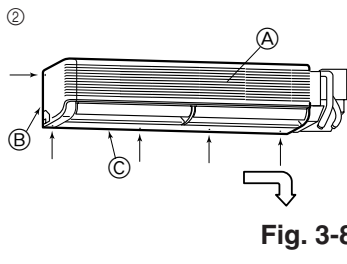

Fig. 3-8
② Quite los cinco tornillos marcados con las flechas en el dibujo. (Fig. 3-8)
③ Retire el panel lateral izquierdo y el panel inferior.